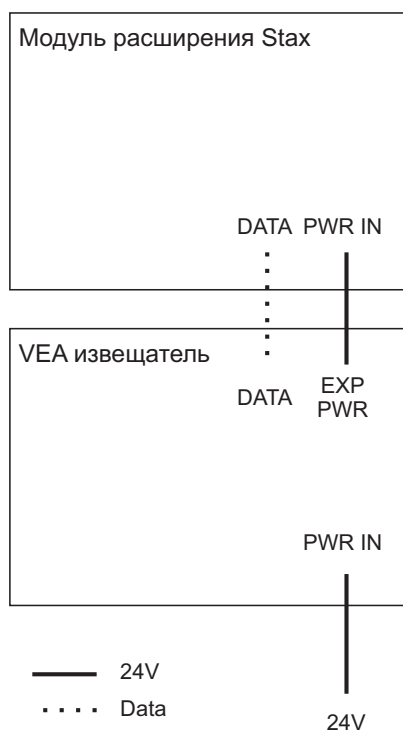

Рис. 4-22: Один извещатель VEA и модуль Expansion StaX
- Извещатель с одним модулем Expansion StaX (Рис. 4-22)